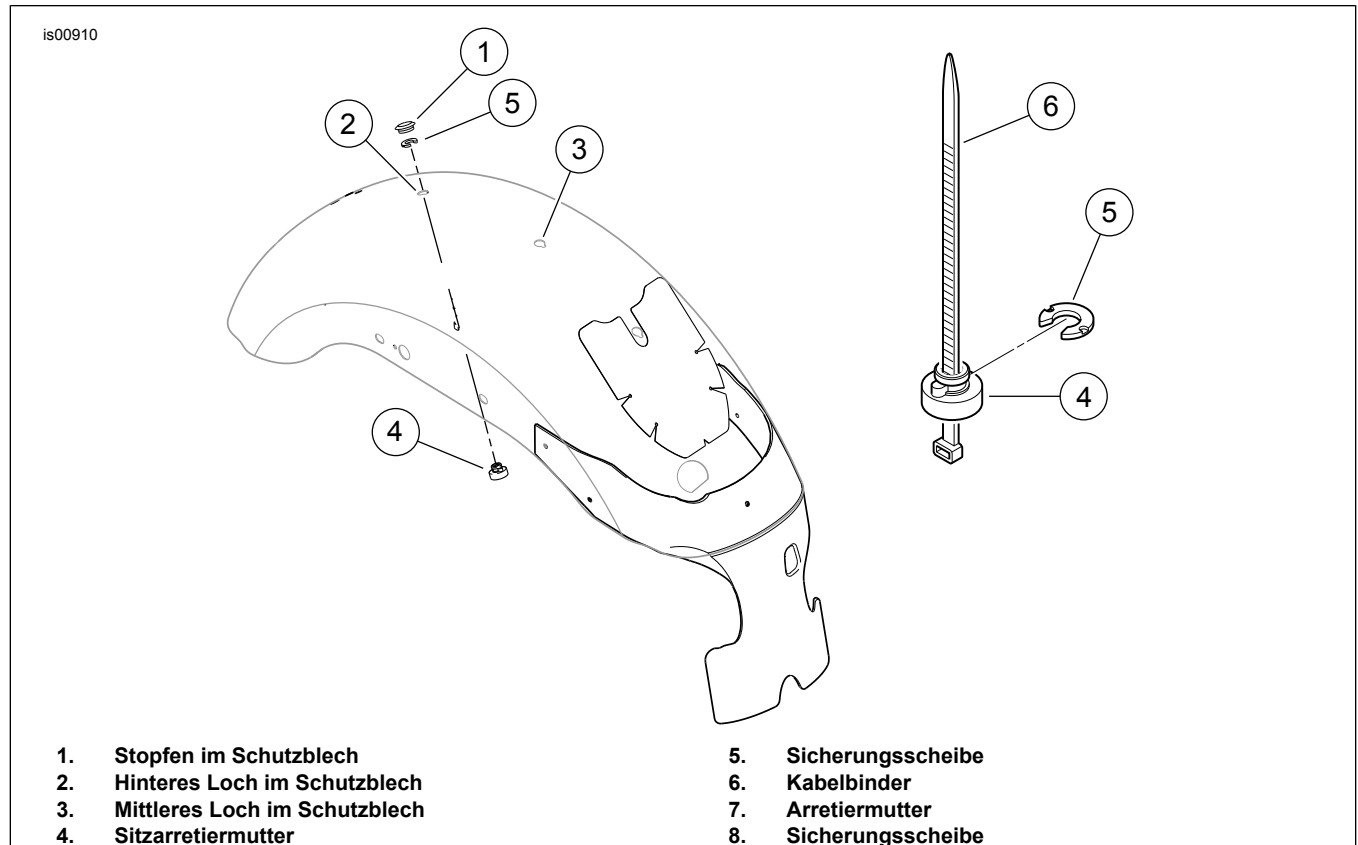

Abbildung 1. Löcher im Schutzblech
1. Schritt 1 gilt nur für **883-Modelle in Standardausführung**, bei allen anderen Modellen bitte mit Schritt 2 beginnen. Siehe Abbildung 1. Den Plastikstopfen (1) aus dem hinteren Loch im Schutzblech (2) entfernen und für das mittlere Loch aufbewahren (3). Die Sitzarretiermutter (4) und die Sicherungsscheibe (5) vom mittleren Loch zum hinteren Loch versetzen, aus welchem soeben der Stopfen entfernt wurde. Als Einbauhilfe kann ein Kabelbinder (6) verwendet werden (siehe eingerückte Abbildung). Den Kabelbinder unter das Schutzblech schieben, so dass er die Arretiermutter (7) auffängt, wenn diese aus ihrem Sitz herausgedrückt wird. Die Sicherungsscheibe (8) und die Arretiermutter aus dem mittleren Loch ausbauen und im hinteren Loch wieder einbauen; siehe Abbildung. Den Plastikstopfen in das mittlere Loch im Schutzblech einsetzen.
2. **Alle Modelle** Siehe Abbildung 1 und 2. Den neuen Sitz angewinkelt halten und die Zunge (1) am vorderen Teil in den Schlitz an der hinteren Kraftstofftankhalterung eingreifen lassen. Den Sitz nach vorne drücken und den hinteren Teil des Sitzes absenken, bis der Sitz am Rahmen anliegt. Den Sitz in der Mitte leicht durchbiegen und nach hinten schieben, so dass der Mittelbolzen auf dem Rahmen in das Schlüsselloch (2) an der Unterseite des Sitzes eingreift. Bis der Sitz die richtige Stellung einnimmt, sind eventuell mehrere Versuche nötig. Beim Vorwärtsschieben muss das Sitzpolster zusammengedrückt werden, damit der Sitz an dem Bolzen auf dem Rahmen einrasten kann, wenn er in die endgültige Stellung gleitet. Wenn der Sitz korrekt eingebaut ist, sitzt die Zunge an der Unterseite fest in der Aufnahme an der hinteren Kraftstofftankhalterung, und das Schlüsselloch an der Sitzunterseite ist in den Rahmenbolzen eingerastet und hält den Sitz in Stellung.